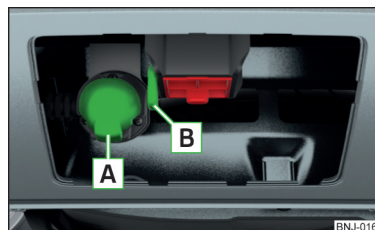

Fig. 162
- Inserire la spina del cavo del rimorchio nella presa a 13 poli **A** » fig. 162.